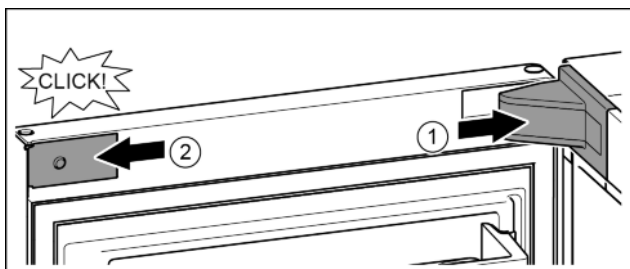

Fig. 25
- ▶ Założyć osłonę płytki zawiasu i zazębnić, ew. ostrożnie odsunąć. Fig. 25 (1)
- ▶ Założyć zaślepkę z boku i zazębnić. Fig. 25 (2)